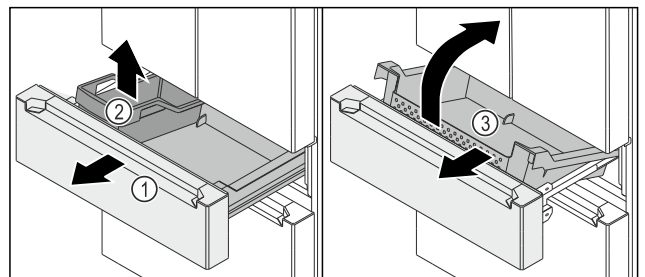

Fig. 147
- ▶ Auszugswagen Fig. 147 (1) bis zum Anschlag herausziehen.
- ▶ FlexBox Fig. 147 (2) entnehmen.
- ▶ Behälter Fig. 147 (3) vorne hochheben.
- ▶ Behälter Fig. 147 (3) schräg nach vorne entnehmen.